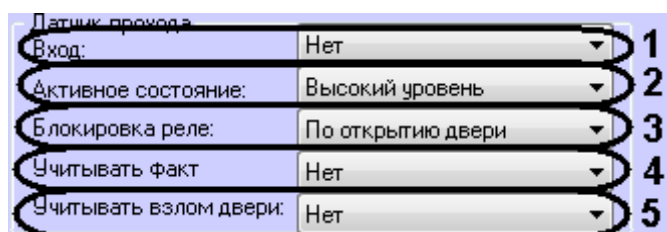

Рис. 3.3—4 Настройка датчика прохода контроллера BioSmart 4
1. Выбрать вход, к которому подключен датчик прохода (Рис. 3.3—4, 1). Если датчик прохода не подключен, установить значение **Нет**. В этом случае дальнейшая настройка не актуальна.
- Из списка **Активное состояние** выбрать уровень сигнала, появляющегося на дискретном входе, при котором фиксируется срабатывание датчика прохода (см. Рис. 3.3—4, 2).
- Выбрать режим блокировки реле при срабатывании датчика прохода из соответствующего списка (см. Рис. 3.3—4, 3). **По открытию двери** - реле отключается по переднему фронту сигнала срабатывания датчика прохода. **По закрытию двери** - реле отключается по заднему фронту сигнала срабатывания датчика прохода.